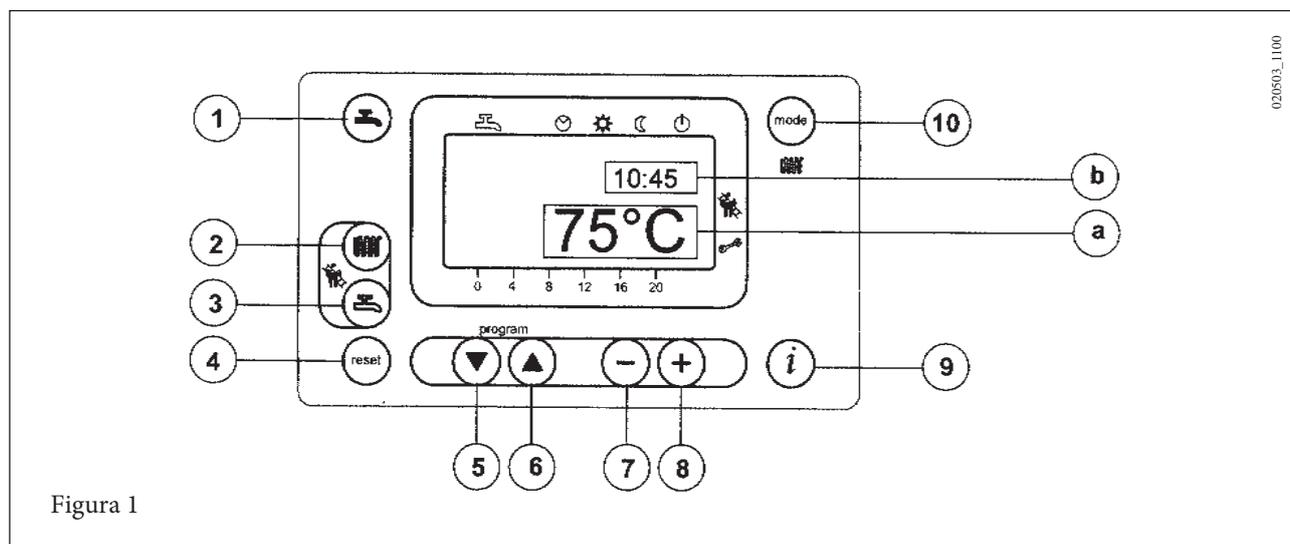
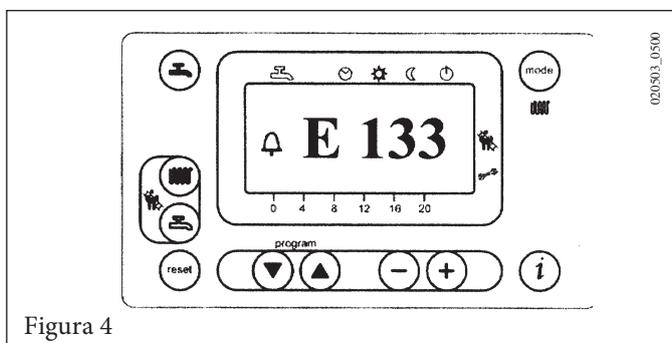
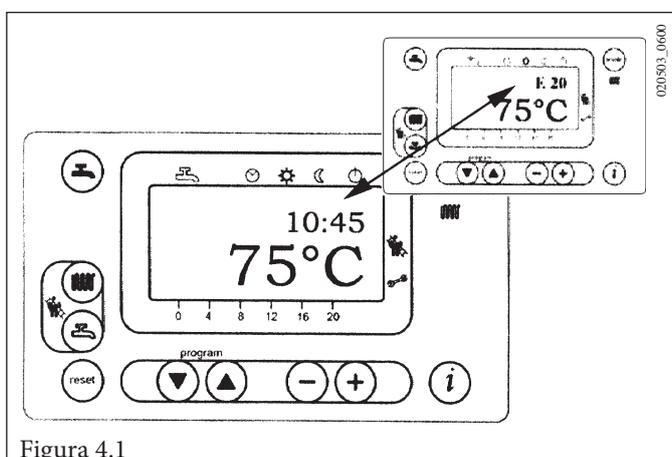

Figura 1
Figura 4
Figura 4.1
- Apăsați tasta mod (2 - figura 1) pentru a seta temperatura apei din circuitul de încălzire;
- Apăsați una din tastele mod (1 sau 10 - figura 1) pentru a memora și pentru a reveni la meniul principal.
N.B. Cu sonda externă racordată, cu ajutorul tastei mod (2 - figura 1) este posibilă efectuarea translației curbei de încălzire. Apăsați tastele $-$ $+$ pentru a micșora sau mări temperatura din încăpere.
- Apăsați tasta mod (3 - figura 1) pentru a seta temperatura maximă a apei menajere;
Pe afișajul principal (figura 1 a) apar indicatoarele de anomalie împreună cu simbolul  (figura 4).
Pe afișajul secundar (figura 1 b) apar alternativ indicatoarele de anomalie și oră care clipește intermitent (figura 4.1). Nu este posibilă resetarea indicatoarelor de anomalie care apar pe afișajul secundar, întrucât trebuie mai întâi îndepărtată cauza care a declanșat intrarea în funcțiune a indicatoarelor.